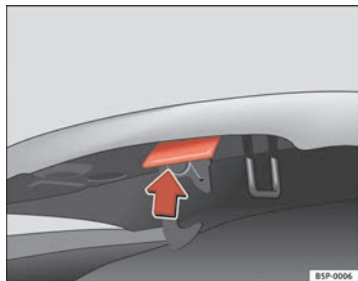

Abb. 176 Öffnungsgriff unterhalb der Motorraumklappe
- Den Hebel unterhalb der Motorraumklappe nach oben ⇒ **Abb. 176** drücken. Dabei wird der Fanghaken entriegelt.